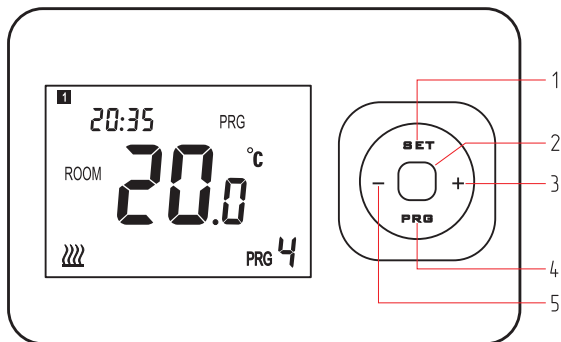

Рис.2 Элементы управления терморегулятора
- Подключите провода к клеммной колодке приемника в соответствии с электрической схемой (**Рис.2**).
При работе с электрическим отопительным котлом его следует подключать к контактам NO и COM приемника, как показано на **Рис.2**.
- Для включения прибора нажмите кнопку «ВКЛ» (**Рис.2, поз.2**), расположенную на передней панели прибора;
- Нажмите кнопку «SET» (**Рис.2, поз.1**) и удерживайте её в течение 3-х секунд, чтобы войти в интерфейс настройки;
- Изменение параметров производится с помощью кнопок «+» (**Рис.2, поз.3**) или «-» (**Рис.2, поз.5**) при мигающем символе минут или часа. Нажмите кнопку «SET» для перехода к следующему символу;
- Ручной режим позволяет поддерживать температуру, ранее установленную с помощью кнопок «+» или «-». Во время установки температуры загорается надпись «SET» на дисплее. При снижении температуры воздуха в помещении ниже установленной, размыкается контакт «NC» и замыкается контакт реле «NO» (см. **Рис.2**). При этом на дисплее загорается символ , нагрев включен.
- Отображение установленной температуры можно зафиксировать на дисплее, если войти в режим настройки параметров терморегулятора и в меню №10 установить (1).
1. Нажмите кнопку «PRG» (**Рис.2, поз.4**) и удерживайте её в течение 3-х секунд, чтобы войти в режим программирования периодов.